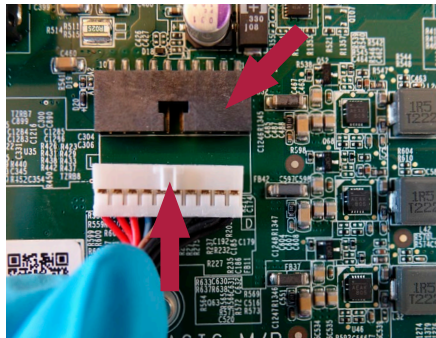

Abbildung 27 Wiederanschießen des Akkusteckers
a) Erneutes Anschließen des Akkus an den Akkustecker (siehe Abbildung 12 und Abbildung 27)